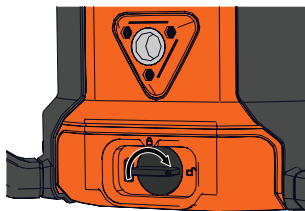

Figura 11
1. Presione y gire la perilla de bloqueo de la batería hacia la derecha hasta la posición "UNLOCK" (desbloqueo) . (Figura 11)